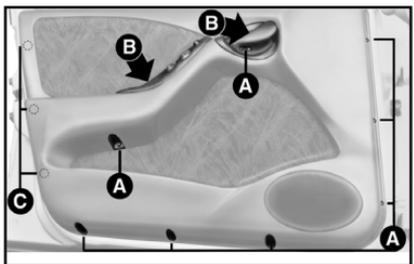
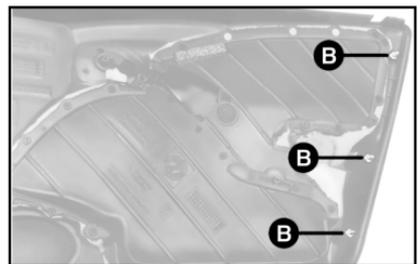

fig. 4
fig. 6
Para acessar esse local, é necessário remover o painel da porta completo, **fig. 4**. Proceda da seguinte forma:
- após a retirada de todos os parafusos, o painel ainda estará preso internamente nos pontos **C-fig. 4**, através de três pinos de pressão, **B-fig. 6**.
Com a ajuda de uma ferramenta de ponta e sem arestas cortantes, introduzida entre a porta e o painel, introduzida entre a porta e o painel, **fig. 4**, solte o painel.
Após instalar o alto-falante, recolocar o painel, iniciando a sua remontagem a partir dos pinos de pressão **B-fig. 6** e, depois, os parafusos.